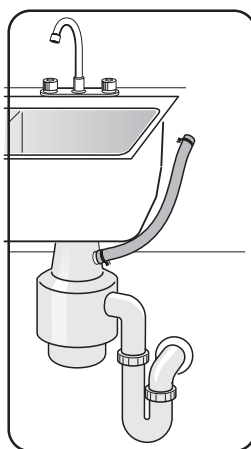

Figure 25
- 2 Directement sur la connexion de vidange d'un broyeur, **figure 25**.